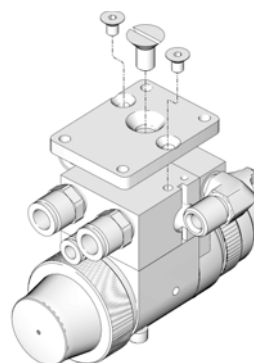

FIG. 5: Eftermontering av adapterplatta
1. Montera adapterplattan på fördelningsröret med de tre skruvarna som finns med i satsen (FIG. 5).